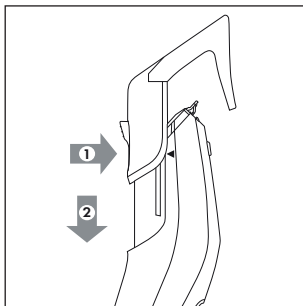

Fig. 2
- ◆ Per applicare l'inserto pettine **10/11** premerlo sotto la testina di taglio **1** sull'apparecchio. Fare attenzione alle guide **3** laterali a sinistra e a destra. Spingere l'inserto pettine **10/11** lungo le guide **3** verso il basso (vedere fig. 2). Contemporaneamente mantenere premuto il pulsante del lato posteriore dell'inserto pettine **10/11**.